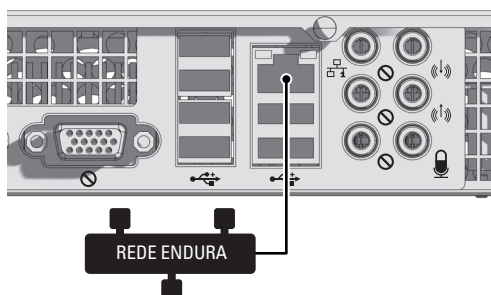

**Figura 13.** Conexão do cabo de rede
1. Encaixe uma extremidade de um cabo de par trançado não blindado (UTP) ao conector de rede no painel traseiro do NET5402R-HD (consulte a figura 13). Utilize o cabo Cat5e padrão ou o cabo (UTP) melhor com os conectores RJ-45.